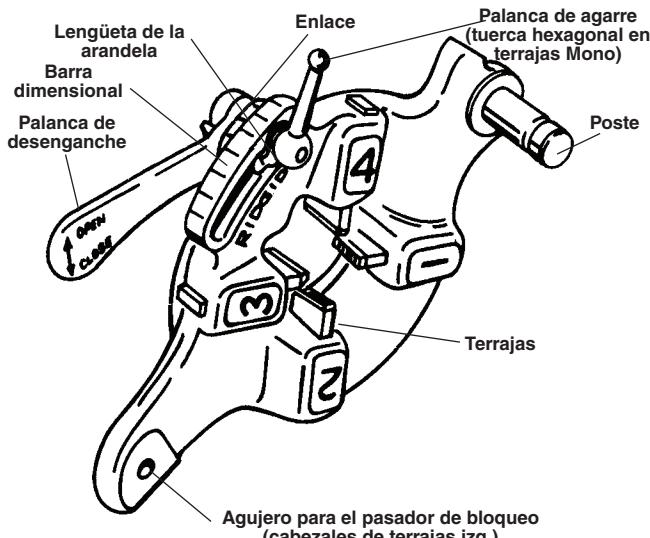

Figura 5 – Cabezal de terrajas de apertura rápida
Los cabezales de terrajas de apertura rápida incluyen el Modelo 811 A y 531/532 para pernos. Los cabezales de terrajas de apertura rápida se abren y se cierran manualmente para conseguir una longitud de rosca especificada por el usuario. Vea la Figura 5.
4. Levante la lengüeta de la arandela para extraerla de la ranura en la barra dimensional. Desplace la arandela hacia el final de la ranura (Figura 5).